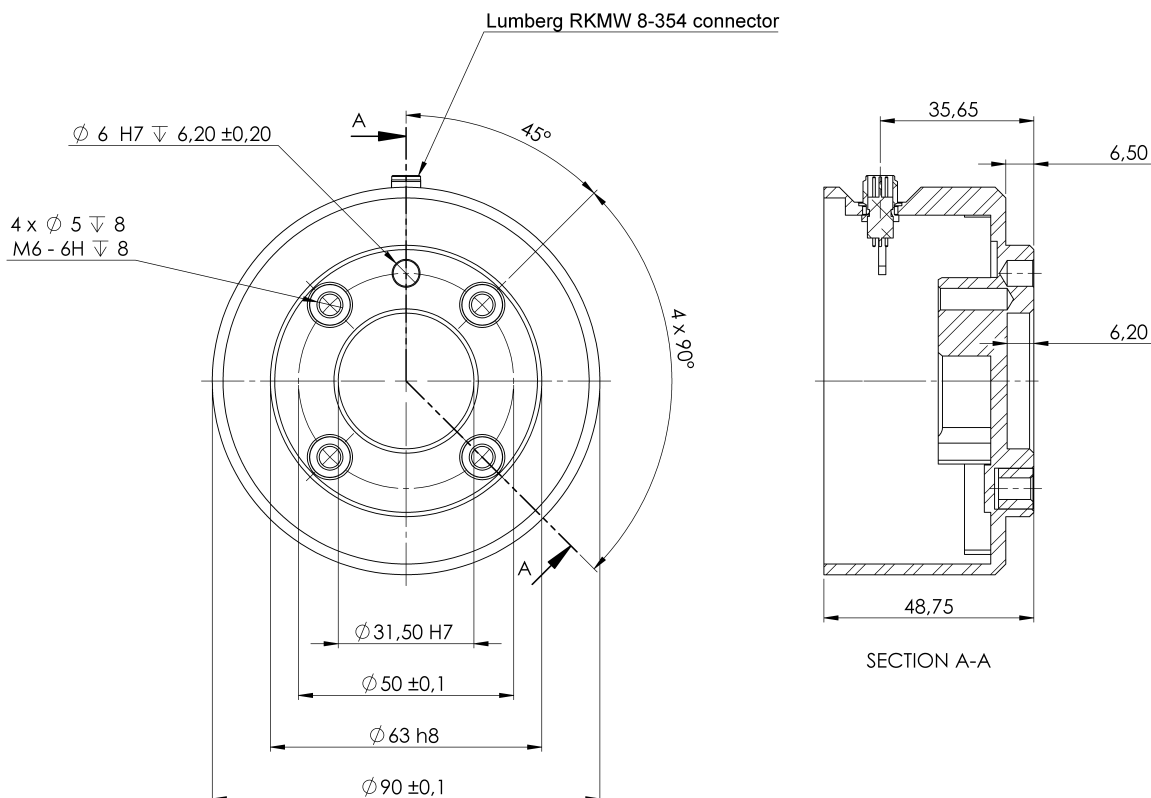

FIGURE 4.2 – la bride de sortie d’outil (ISO 9409-1-50-4-M6) est l’endroit où l’outil est monté à l’extrémité du robot. Toutes les mesures sont en mm.
**Outil** La bride d'outils du robot comporte quatre trous filetés M6 permettant de fixer un outil au robot. Les boulons M6 doivent être serrés à 8 N m, classe de force 8.8. Pour un repositionnement précis de l'outil, utilisez une broche dans le trou  $\varnothing$ 6 fourni. La Figure 4.2 présente les dimensions et le modèle de trous de la bride de l'outil. Il est recommandé d'utiliser un trou avec une fente radiale pour la broche afin d'éviter une sur-limitation, tout en gardant une position précise. Ne pas utiliser des boulons plus longs que 8mm pour monter l'outil. Des boulons M6 très longs